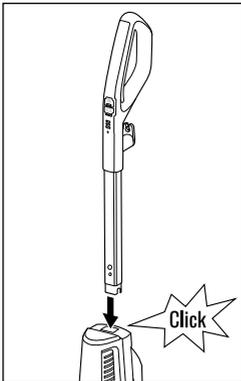

Fig. 1
- ◆ Insérez la partie portable ❶ dans l'ouverture située sur le dessus de l'appareil, jusqu'à ce que la partie portable ❶ s'enclenche audiblement dans l'ouverture (voir fig. 1).